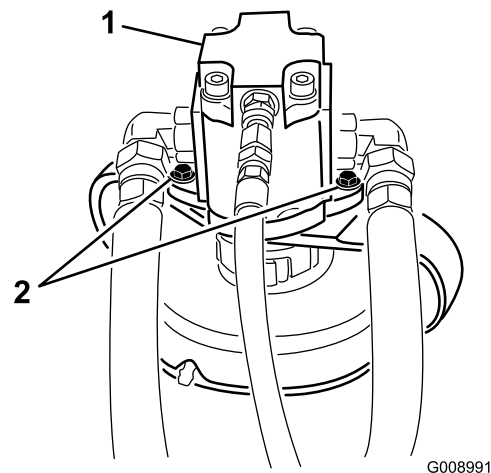

Bild 81
4. Entfernen Sie die Schrauben, mit denen der Hydraulikmotor am Mähwerk befestigt ist (Bild 81). Heben Sie den Motor vom Mähwerk ab und legen ihn auf die Oberseite des Mähwerks.
2. Entfernen Sie die Schrauben, mit denen der Hydraulikmotor am Mähwerk befestigt ist (Bild 81). Heben Sie den Motor vom Mähwerk ab und legen ihn auf die Oberseite des Mähwerks.